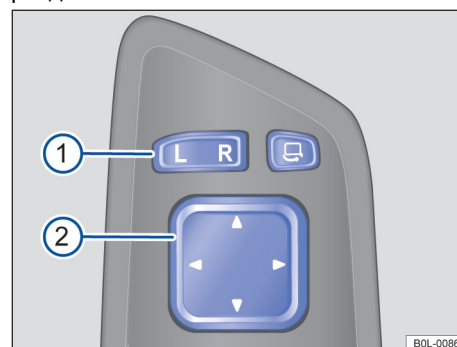

Рисунок 71. Дверь водителя: элементы управления внешними зеркалами заднего вида ▶
- Нажмите кнопку выбора зеркала на двери водителя → Рисунок 71 ①.
- Нажимайте кнопку регулировки ② вперед, назад, влево или вправо в направлении символа, чтобы отрегулировать зеркало заднего вида в правильное положение.